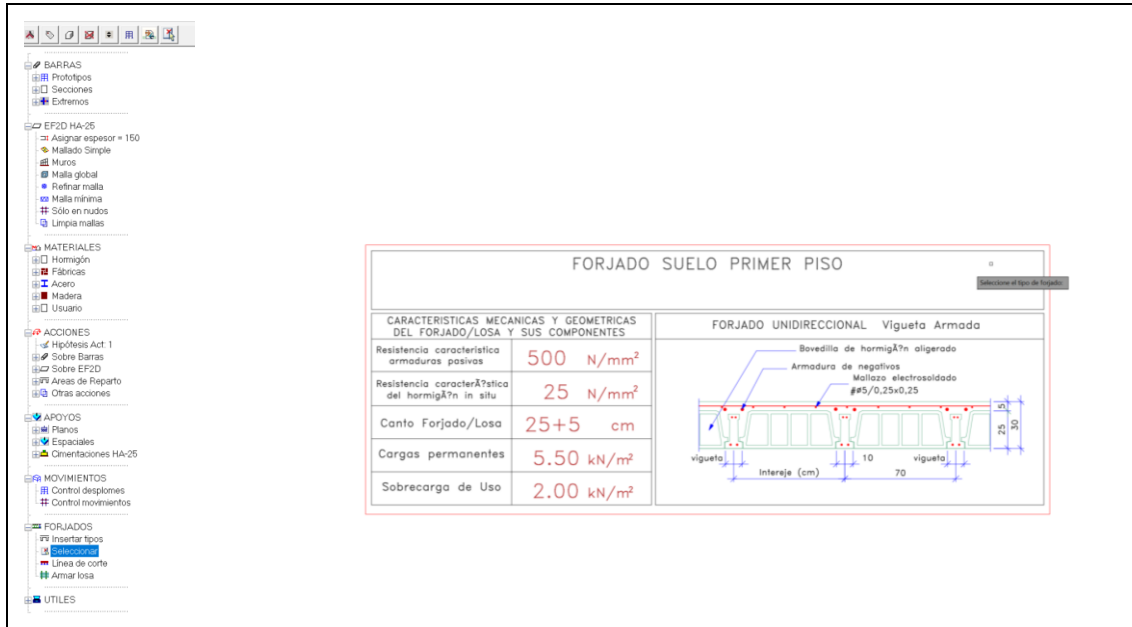

Figura 6. Tipo de forjado elegido
1. Pulsar orden "seleccionar" dentro del menú FORJADOS (marcado en azul en la figura 6).
Se debe seleccionar, con el ratón, en pantalla, el cuadro del forjado, tal y como se aprecia en la figura 6.